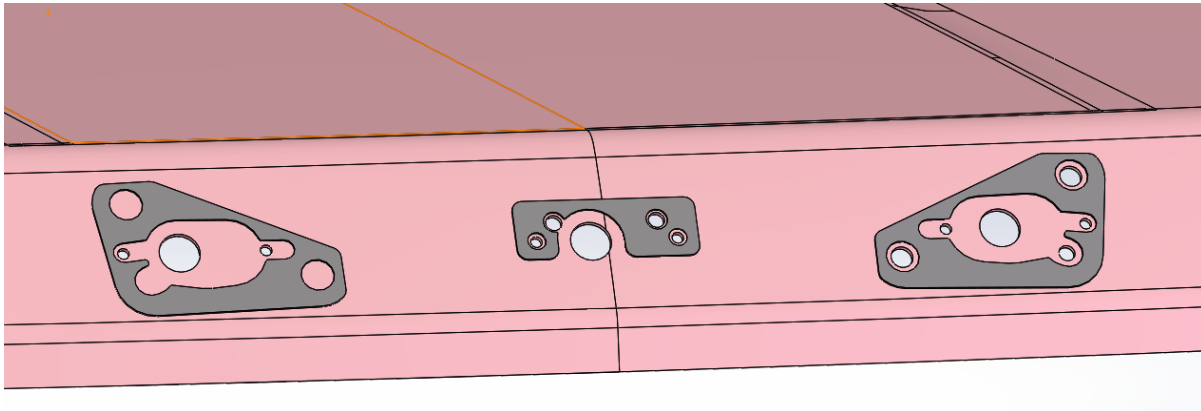

Figura 5: Orientación apropiada de PNL50731014S & PNL50731014SM
- c. Use las placas espaciadoras PNL50731014S en lugar de las arandelas planas largas provistas con la visera. Las placas espaciadoras se colocarán como se muestra en la Figura 5. Note que las placas espaciadoras deben voltearse para la instalación del lado del pasajero.
- d. El espaciador PNL50731014SM debe instalarse entre la cara del techo y el soporte CBW. La orientación correcta de PNL50731014SM se muestran abajo en la Figura 5.